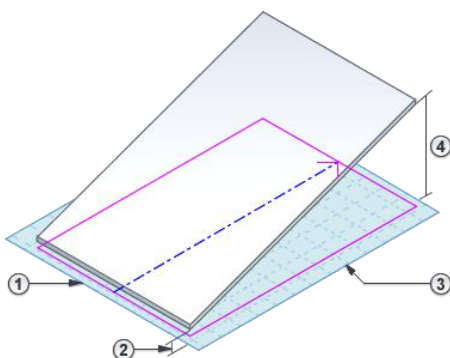

图 4-13 各参数的定位
若选择“尾高”：“最低处标高”①、“尾高度偏移”②、“最高处标高”③（楼板坡度终点所处的楼层）和“头高度偏移”④（楼板坡度终点标高距所在楼层标高的差值）（图 4-13）。单击“√完成编辑模式”。